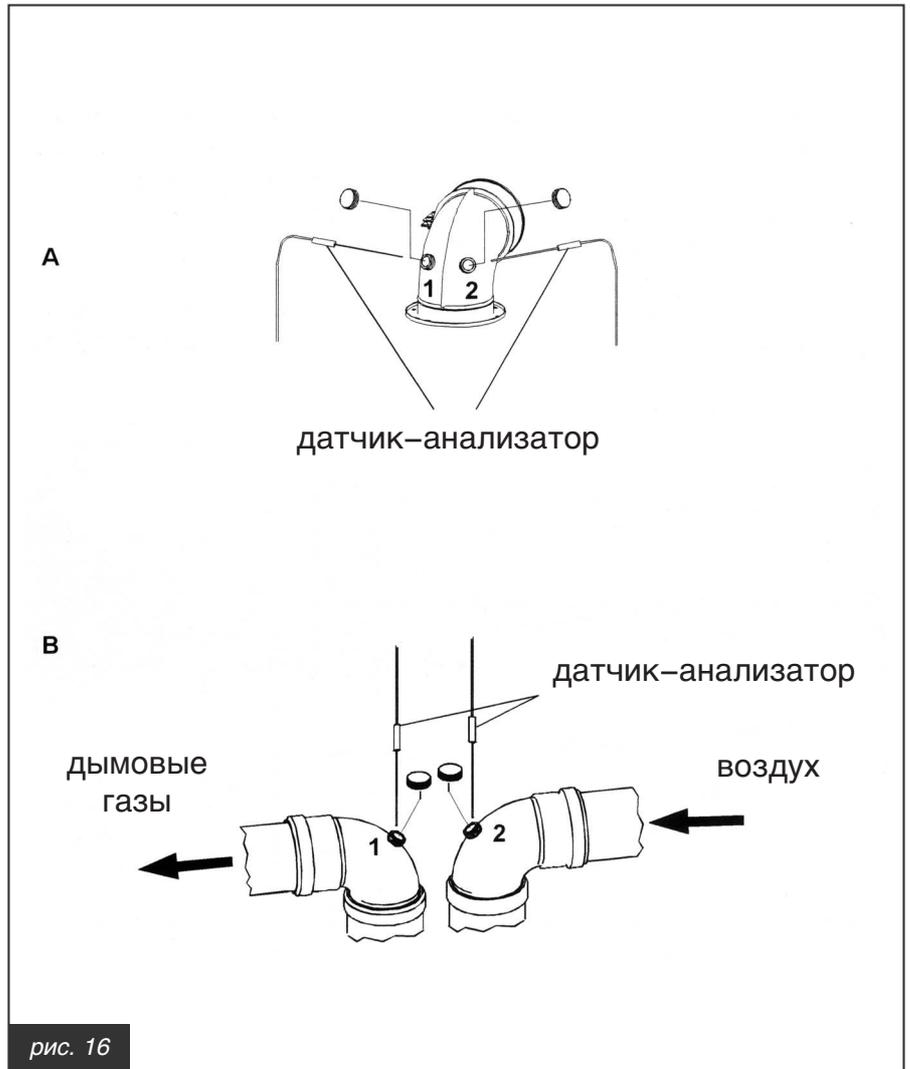

рис. 16
- измерить температуру воздуха для горения через отверстие 2 (см. рис. 16 А)
- измерить температуру отходящих газов и содержание CO2 через отверстие 1 (см. рис. 16 А)
- измерить температуру воздуха для горения через отверстие 2 (см. рис. 16 В)
- измерить температуру отходящих газов и содержание CO2 через отверстие 1 (см. рис. 16 В)